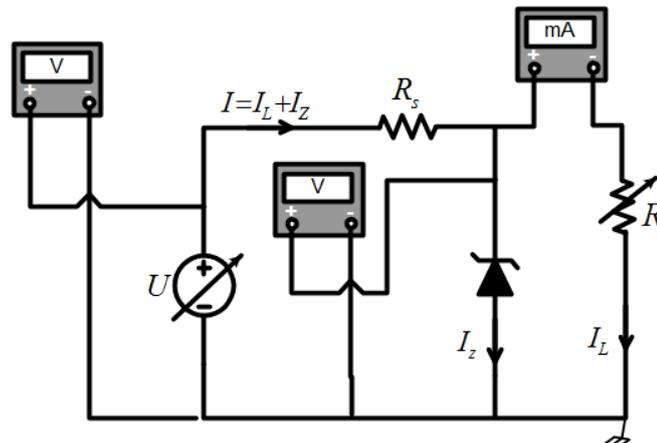

Fig.13 : Régulateur de tension
- Réaliser le montage de la figure 13 pour $R_s = 470\Omega$. Relever la caractéristique de transfert $U = f(U_R)$ pour $R = 1k\Omega$.